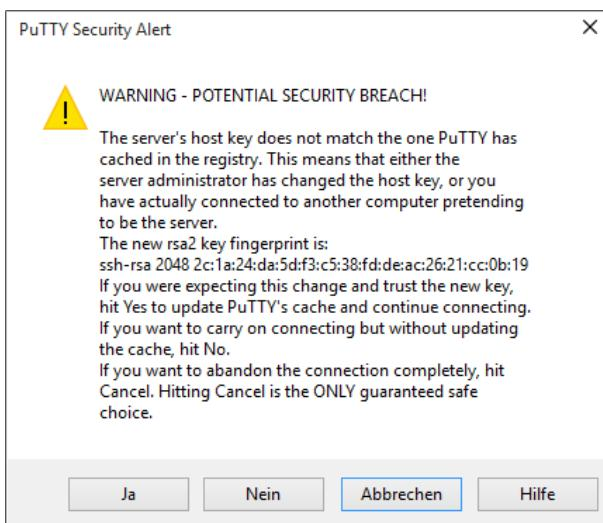

Abbildung 5.5 Warnung beim Verbindungsaufbau zu einer anderen Raspberry-Pi-Installation
- ▶ PuTTY zeigt einen Dialog mit drei Optionen an (siehe Abbildung 5.5). Mit JA akzeptieren Sie den Verbindungsaufbau und ersetzen gleichzeitig die gespeicherten Daten. Mit NEIN stellen Sie ebenfalls die Verbindung her, behalten die gespeicherten Verbindungsdaten aber bei. ABBRECHEN bricht den Verbindungsaufbau erwartungsgemäß ab.